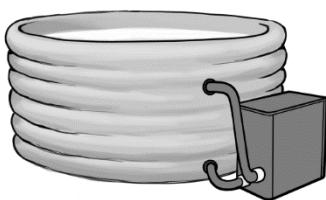
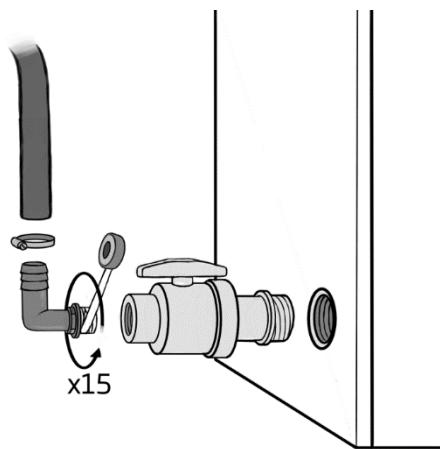

Bild 2 - Exempelkoppling till simbassäng
Bild 1 - Installation av ventiler
- Installera avstängningsventilerna vid inkommande och utgående vatten, så att det är enkelt att stänga av vattenflödet vid underhåll (Bild 1).
- Vattnets in- och utgång ansluts enligt anslutningsanvisningarna för karet. (Bild 1& Bild 2) OBS! Av säkerhetsskäl ska det finnas minst två ingångshål i karet där vattnet kan rinna till pumpen.